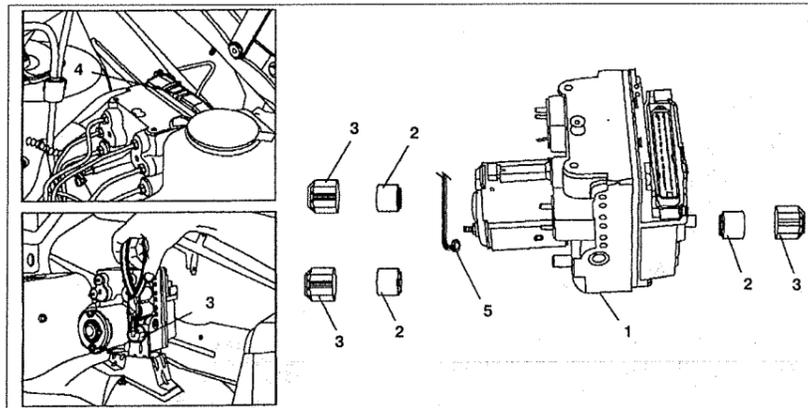

Рис. 9.25. Гидравлический блок ABS/ABD или ABD/ETS:
4. Снимите крышку с разъема проводки 4 и отсоедините его от гидравлического блока ABS 1 (см.рис. 9.25).